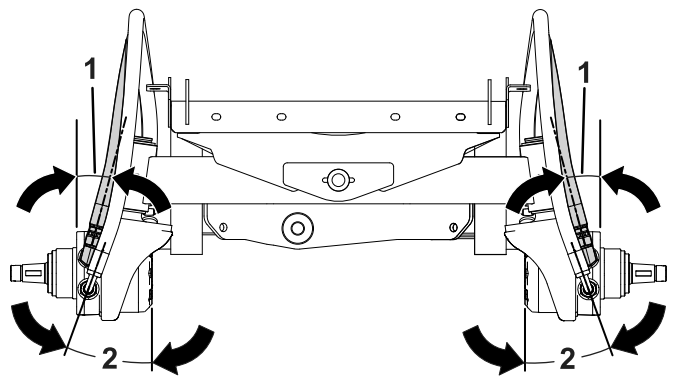

Рисунок 5
4. Отрегулируйте прямоугольный штуцер так, чтобы он находился под углом 15°, как показано на Рисунок 5.
8. Отрегулируйте прямоугольный штуцер шланга так, чтобы он находился под углом 20°, как показано на Рисунок 5.
Примечание: Проследите, чтобы углы были установлены так, как показано на Рисунок 5.